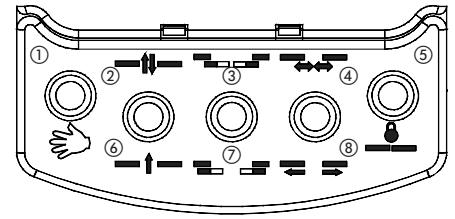

afb. 7
- Maak de verbindingen tussen de klemmenborden J6 van de twee kaarten SDM, van de drukknoppen en van de aanvullende elektronische componenten, zoals op afb. 7.